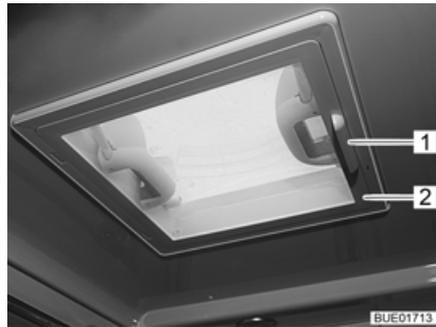

Bild 111 Dachhaube mit Schnappverschluss
- Insektenschutz (Bild 111,2) am Griff (Bild 111,1) nach unten schwenken.